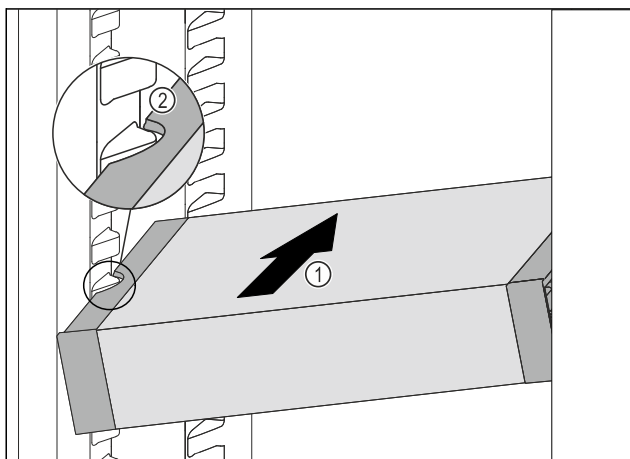

Fig. 56
- ▶ Zasuňte VarioSafe do chladničky pod úhlem tak Fig. 56 (1), aby vybrání na bocích Fig. 56 (2) VarioSafe byla na úrovni žebrování na nádoby v chladničce.